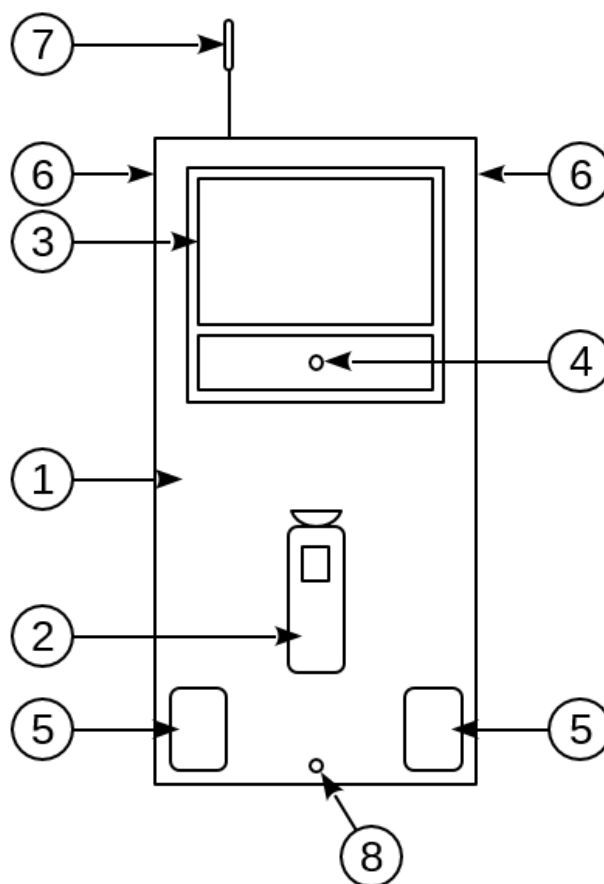

Рис.2
3. Крепление системы: Для установки системы СКУД-АЛКО используйте крепежные отверстия, указанные в поз.6 и поз.8 (рис.2). Два отверстия расположены вверху поз.6 с обратной стороны монтажной панели. Расстояние между центрами верхних отверстий составляет 280 мм. Рекомендуемая высота установки крепежных элементов от уровня пола составляет 2030 мм. После навешивания монтажной панели на верхние крепежные элементы* выньте нижнюю заглушку поз.8 (рис.2). Через сквозное отверстие сделайте отметку для последующей установки нижнего крепежного элемента*. После установки панели вставьте заглушку обратно.
2. Установка GSM антенны: Установите GSM антенну п.7 (Рис.2) на максимальном удалении от системы в зоне уверенного приема сигнала сотового оператора. Это позволит обеспечить надежную связь с внешними источниками данных.